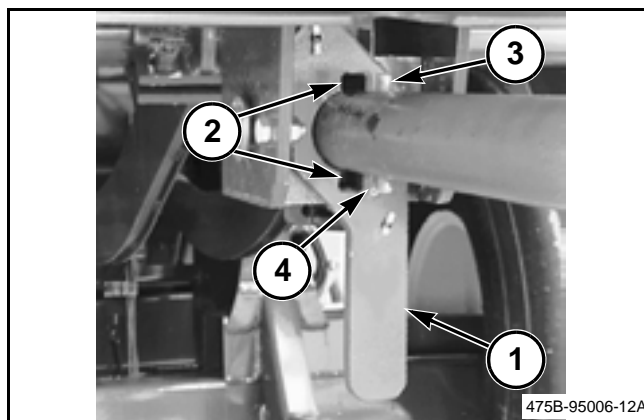

FIG. 44
FIG. 44: Asegúrese de que la palanca de levantamiento de la vertedera (1) está desconectada. La palanca de levantamiento de la vertedera está debajo de la parte trasera de la cámara de fardos.